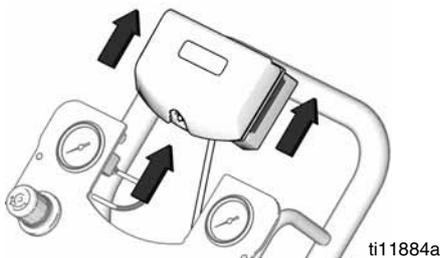

FIG. 11. Remover o DataTrak
3. Remova o módulo DataTrak do suporte. Consultar FIG. 11. Segure no módulo e ligue o cabo a um local não perigoso.